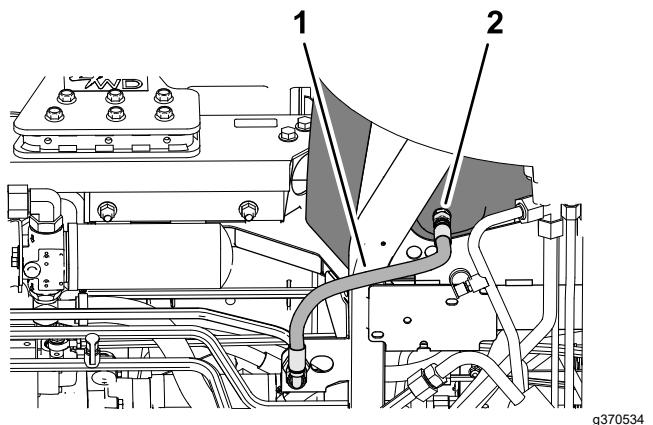

Figure 118
- Placez le bac de vidange sous le réservoir hydraulique (Figure 118).